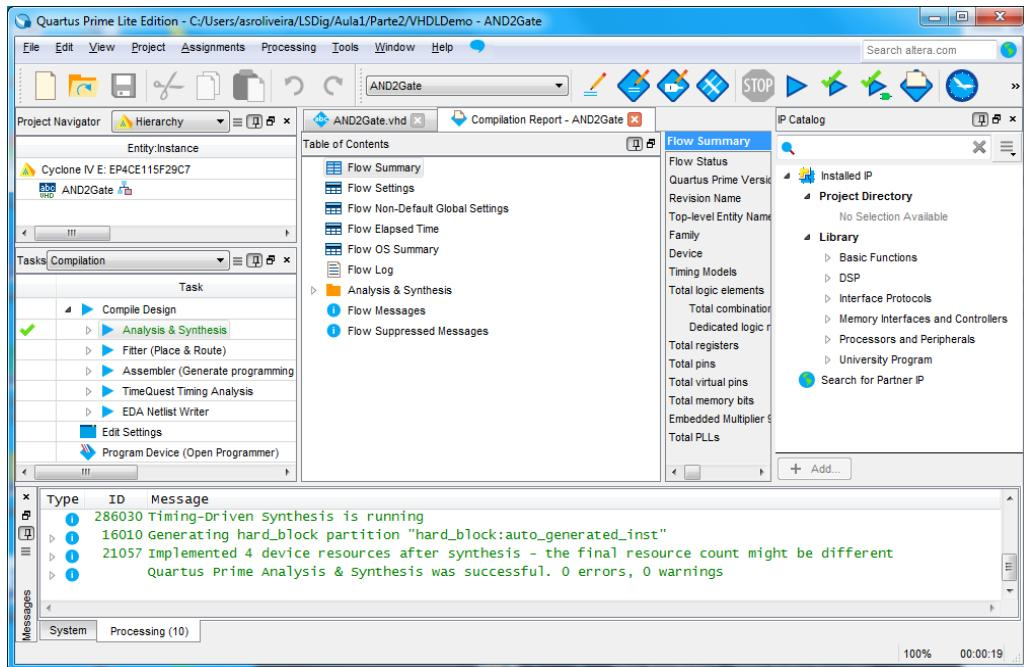

Figura 36 – “Quartus Prime” IDE após a execução da “Analysis & Synthesis”.
6. Seguidamente vai ser validado por simulação o comportamento da porta lógica modelada. No entanto, antes de efetuar a simulação, execute a opção “Analysis & Synthesis” para que a correção sintática e estrutura do projeto sejam analisadas. Após a execução da “Analysis & Synthesis” o IDE deve apresentar o aspetto da Figura 36.